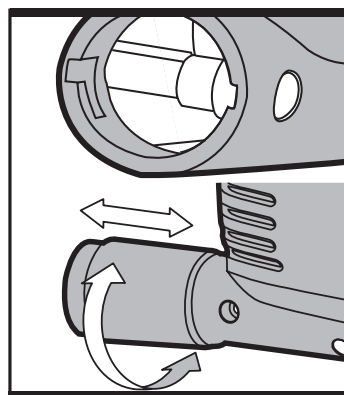

Fig 10
L'adaptateur (12) pivote en sens antihoraire à l'intérieur de la carcasse et s'y verrouille dans une rainure prévue à cet effet (se référer à la Figure 10). Il doit ensuite être relié à une machine d'extraction de poussières appropriée.